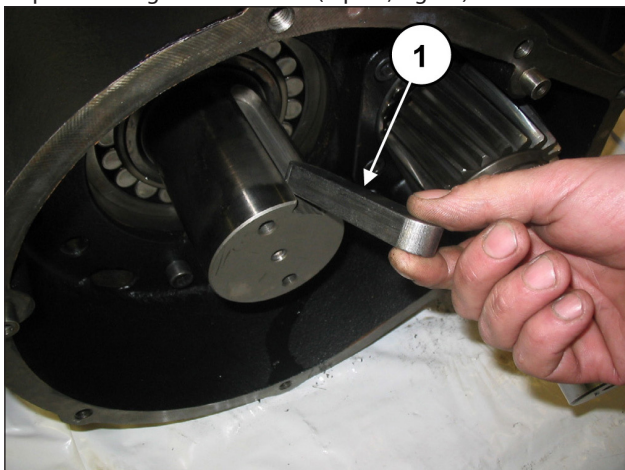

Fig. 13
Déposer la languette de l'arbre (rep. ①, Fig. 13).